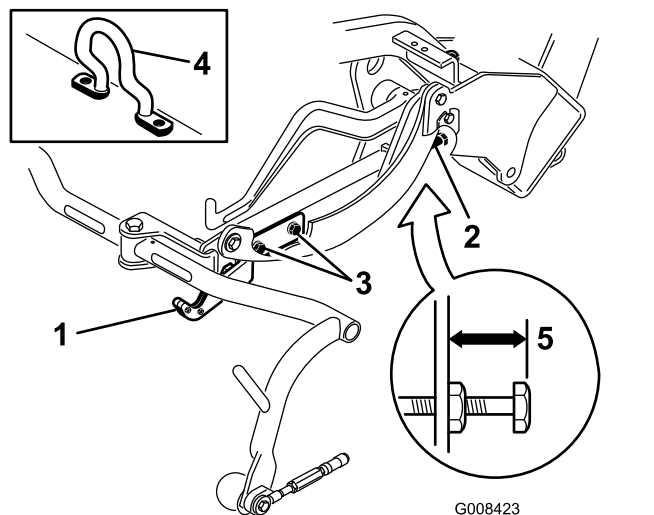
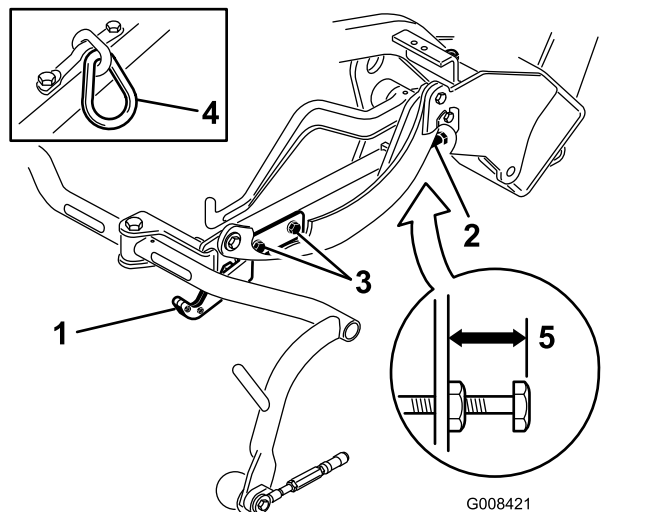
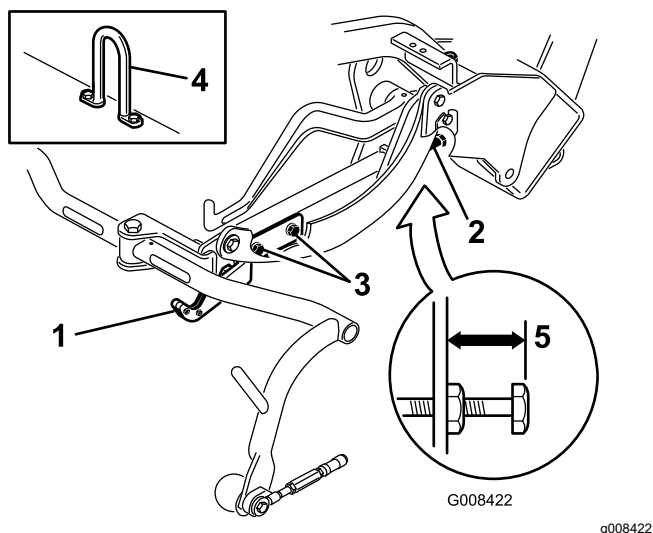

Figura 10
Figura 11
Figura 12
Controllate l'altezza di trasferimento (Figura 11 e Figura 12) e regolatela se necessario.
2. Sugli apparati di taglio dotati di un gancio di sollevamento sfalsato (riquadro Figura 10), verificate che la distanza dalla parte superiore della vite di regolazione del telaio portante alla parte posteriore del telaio portante sia pari a 25 mm. Se la distanza non è di 25 mm, passate al punto 4.
4. Allentate le viti di montaggio della piastra di trasferimento (Figura 11, Figura 12 e Figura 10).
7. Se i telai portanti non si trovano alla stessa altezza, allentate il controdado della vite di regolazione del telaio portante (Figura 10, Figura 11 e Figura 12). Ruotate la vite, svitandola per sollevare il telaio e avvitando per abbassarlo. Serrate il controdado una volta raggiunta l'altezza corretta.